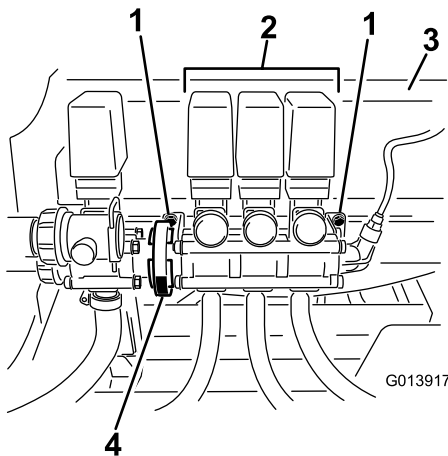

Figura 3
2. Afloje, pero no retire, los pernos que sujetan el conjunto de válvulas de los brazos al soporte de montaje (Figura 3).